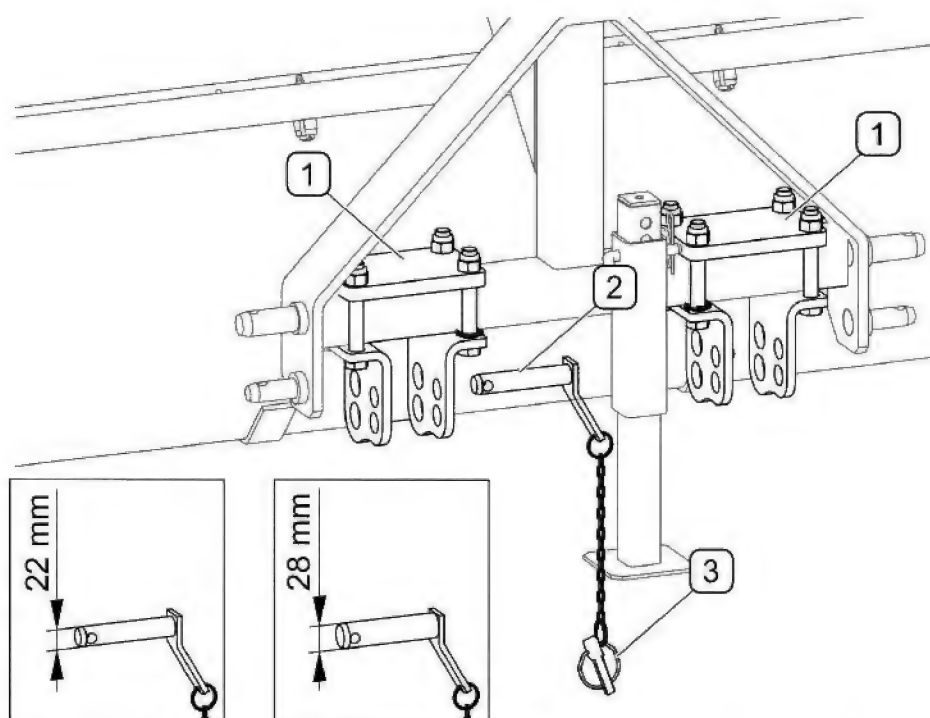

FIGURE 4.2A POINTS D'ATTELAGE DE CATEGORIE I ETROITE AVEC LES GOUJONS DEMONTABLES (EN OPTION)
(1) - goujons démontables; (2) - broche; (3) - goupille fendue
En option sur le cadre du système d'attelage de la machine, il est possible de monter les goujons démontables (1) et les broches (FIGURE 4.2A). Pour les goujons démontables il faut utiliser les broches correspondant aux trous dans les tirants de l'ATP du tracteur.